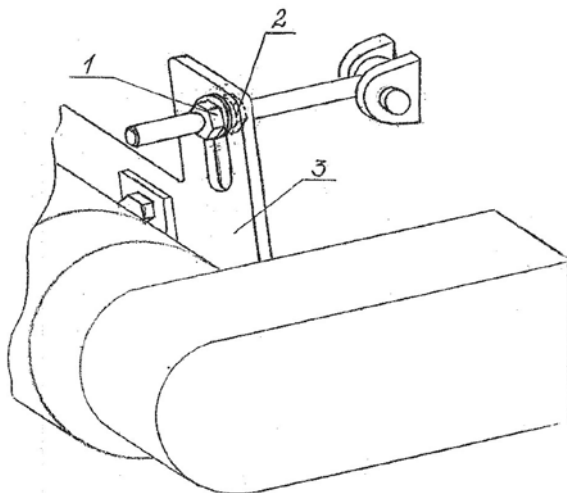

Рис. 6.2
6.6 НАТЯЖКА РЕМНЕЙ ГЛАВНЫХ ПРИВОДОВ (рис.6.2.)